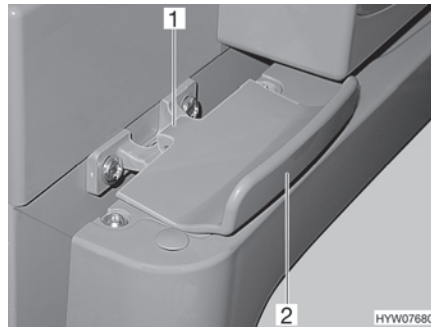

Bild 124 Lås till kylskåpsdörr, låst (Thetford)
**Öppna:** ■ Öppna kylskåpsdörren med handtaget (Bild 124,2). Låset (Bild 124,1) lossas automatiskt.